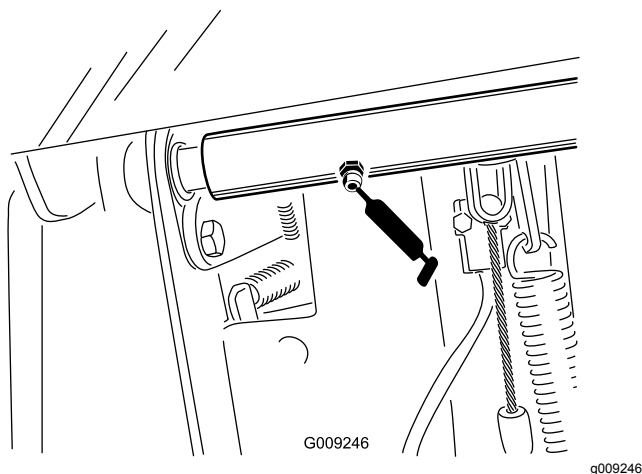

Figura 58
- Bielas do veio de articulação do pedal de travão (2) (Figura 58)